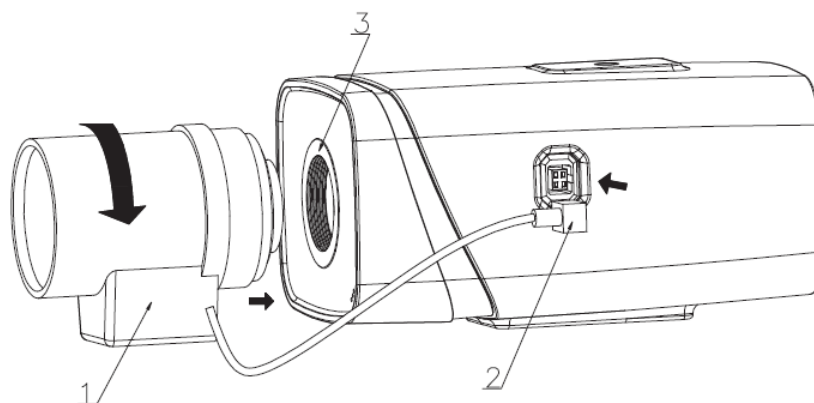

Рисунок 5.2 – Присоединение объектива
5.1.2 Поверните объектив по часовой стрелке для надежного закрепления (рис.5.2).
5.1.3 Вставьте разъем кабеля объектива в разъем АРД (автоматическая регулировка диафрагмы) на боковой панели устройства (рис.5.2 и 5.3).